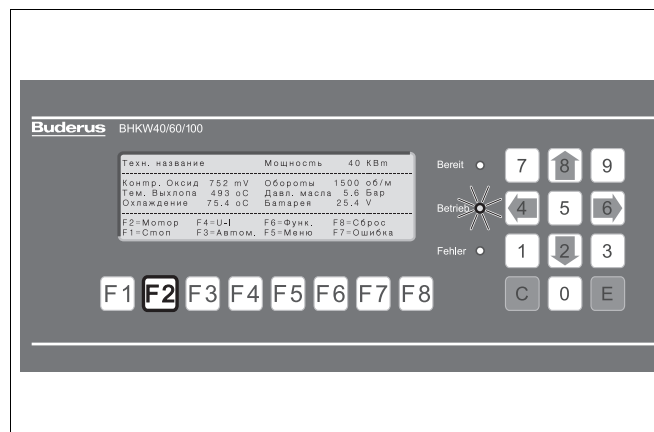

Рис. 3 При нажатии F2 показаны параметры двигателя; для возврата к основному изображению нажать кнопку C (на цифровой клавиатуре)
- Нажмите кнопку F2 для проверки параметров двигателя (рис. 3).
Температура выхл. газ	<ul style="list-style-type: none"> ● Охладить выхлопные газы до температуры ниже 300 °C (индикацию температуры выхлопных газов см. рис. 3 на странице 5). ● Квитировать ошибку функциональной кнопкой F8; при повторном сообщении об ошибке¹⁾ вызвать специалистов сервисной службы.